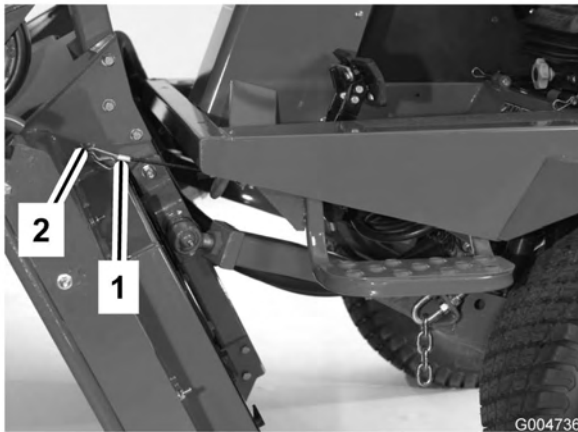

Bild 85
6. Halten Sie das Mähwerk dann in der aufrechten Stellung, bringen das Kabelende über dem Stift am Mähwerkhubarm an und befestigen es mit einem Splint (Bild 85).